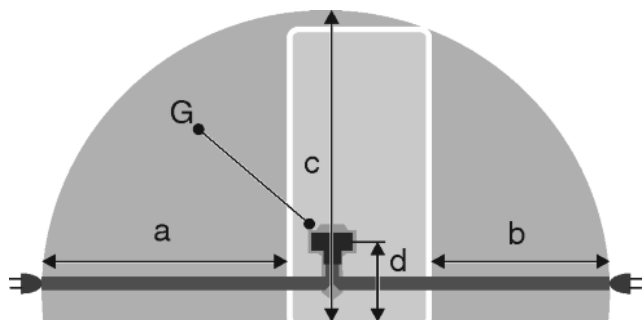

Fig. 22
- Gniazdo znajduje się poza tylną częścią urządzenia w podanym obszarze *Fig. 22 (a, b, c)*.
- ▶ Wtyczkę urządzenia *Fig. 22 (G)* podłączyć z tyłu urządzenia. Zwrócić uwagę na prawidłowe zażębenie.